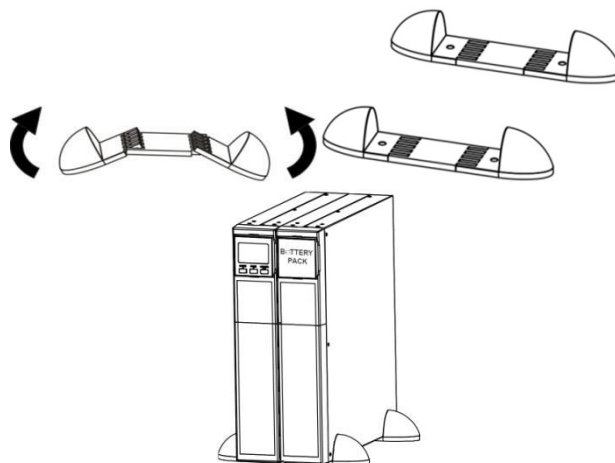

Рисунок 9 – Порядок установки ИБП совместно с ВБМ в вертикальное напольное (настольное) положение
**7.15** Установку ИБП совместно с ВБМ в вертикальное положение следует производить аналогично п.7.1.4 при помощи кронштейнов для вертикальной установки и длинных вставок кронштейнов из комплекта поставки батарейного модуля (см. рисунок 9).